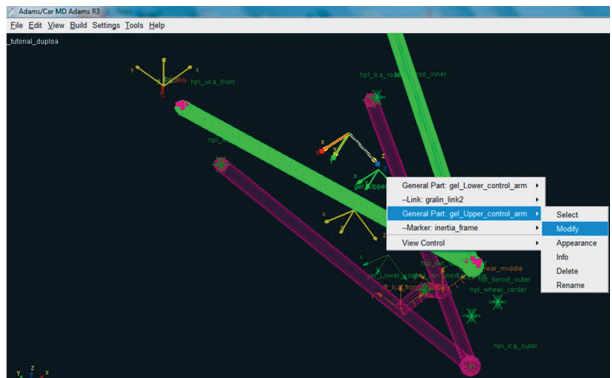
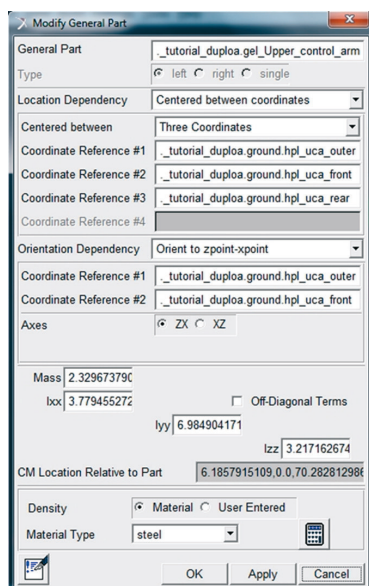

Figura 5.51 – Opção para atualização das propriedades do *General Part Lower\_control\_arm* a partir da opção *Modify*.
Figura 5.52 – Atualização das propriedades do *General Part* “gel\_Upper\_control\_arm”.
- Clique em *Modify*, Figura 5.51 e com a caixa de diálogo resultante da Figura 5.52 clique sobre o ícone calculadora.